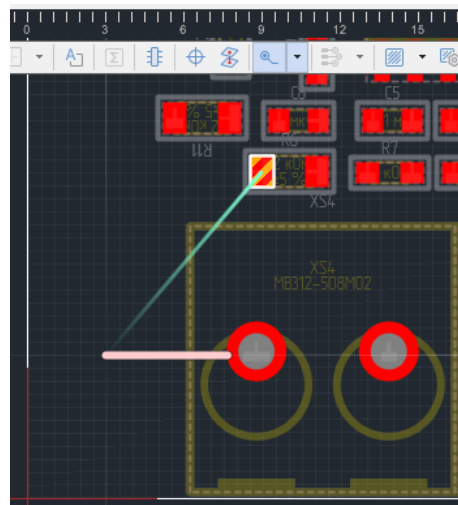

Рис. 171 Начало размещения трека
3. Выберите точку для начала размещения трека и нажать левую кнопку мыши, размещение трека начнется с указанной точки. При этом отключится отображение всех линий соединения, кроме той, что показывает место окончания трека. Место окончания трека контактная площадка и сама линия связи будут дополнительно подсвечены см. Рис. 171.